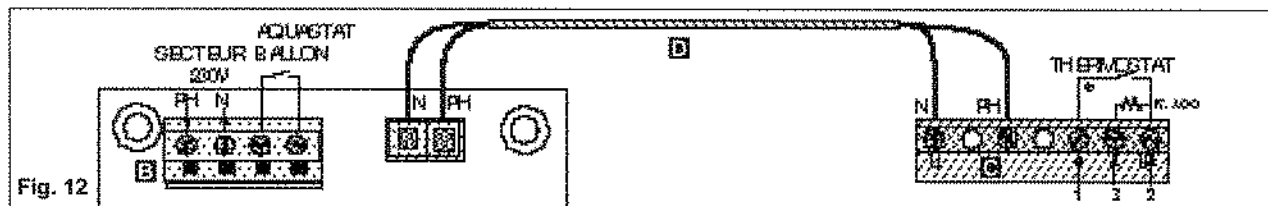

Fig. 12
Raccordement secteur (voir schéma fig. 12)
- Raccorder sur le connecteur **B** (fig. 12), l'alimentation 230 V. du secteur, le fil de phase en PH, le neutre en N.
- Raccorder les 2 fils de l'aquastat du ballon sur le connecteur **B**, selon le schéma (fig. 12).